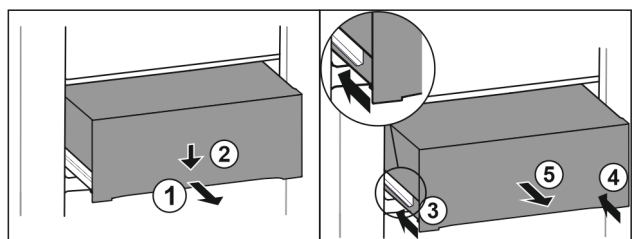

Fig. 139
- ▶ Lade er half uittrekken. Fig. 139 (1)
- ▶ Schuiflade aan de voorzijde omlaag drukken. Fig. 139 (2)
- ▶ Linker rail ca. 2 cm inschuiven. Fig. 139 (3)
- ▶ Rechter rail ca. 2 cm inschuiven. Fig. 139 (4)
- ▶ Lade naar voren toe verwijderen. Fig. 139 (5)